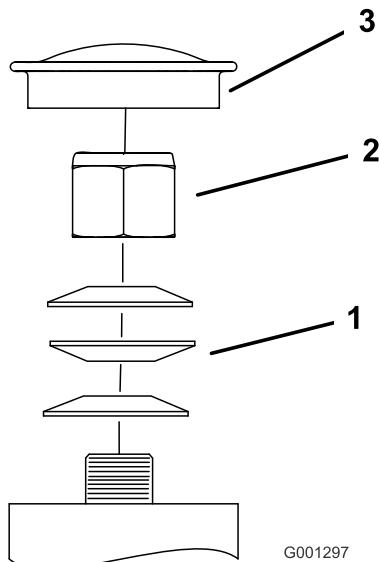

図 58
3. キャスターからダストキャップを外してロックナットを締め付ける（図 58）。
4. スプリングワッシャが平たくつぶれるまでロックナットを締め付け、その位置から 1/4 回転もどすと、ベアリングに対して適切な予負荷がかかる（図 58）。
重要 スプリングワッシャが 図 58 に示すように正しく取り付けられていることを確認する。
5. ダストキャップを取り付ける（図 58）。